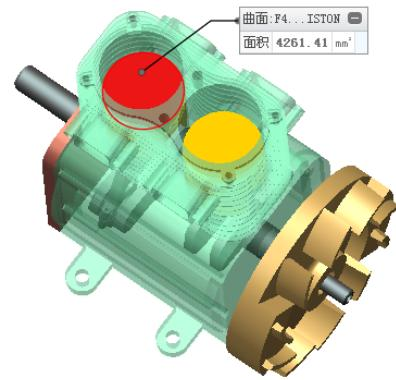

图 8.2.3 选取测量对象
(3) 选取测量对象。选取图 8.2.3 所示的活塞底面为测量对象。
(4) 保存测量结果。在“测量：面积”对话框中单击 按钮，选中 生成特征 单选项，然后单击 按钮。
(5) 关闭“测量：面积”对话框。
(6) 在装配模型树界面中选择 → 树过滤器(F)... 命令，选中“显示”选项组下的 特征 复选框，然后单击 按钮，这样测量特征会在模型树中显示。